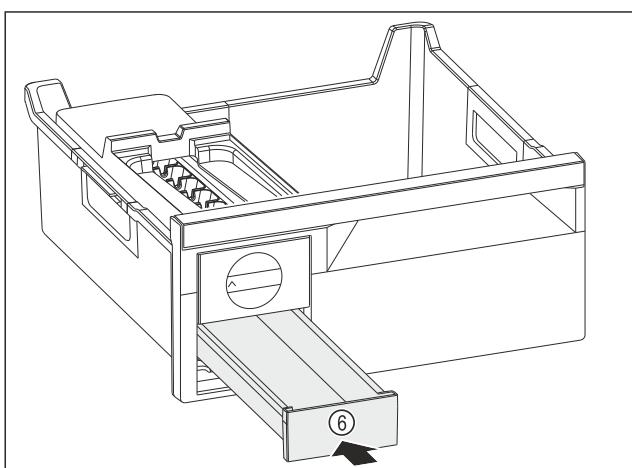

Fig. 150
- Zasuňte zásuvku na kocky ľadu Fig. 150 (6).